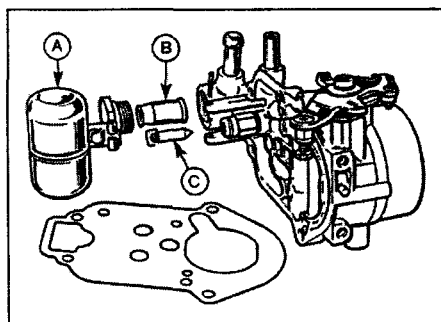

Рис. 3.10 Компоненты крышки карбюратора и поплавковой камеры
- 10 Выколотите ось поплавка, снимите поплавок, игольчатый клапан и прокладку крышки карбюратора. Снимите седло клапана (рис. 3.10).